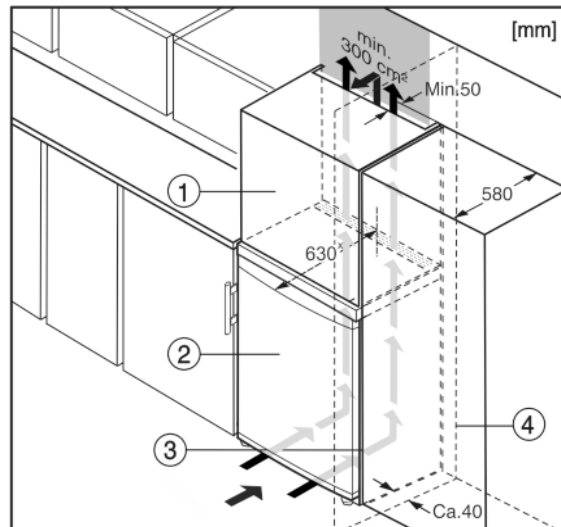

Fig. 10
- (1) Opbouwkast*
- (2) Apparaat*
- (3) Keukenkast*
- (4) Wand*
Het apparaat kan in keukenkasten worden ingebouwd. Om het apparaat Fig. 10 (2) aan de hoogte van het keukenblok aan te passen, kan boven het apparaat een opzetkast Fig. 10 (1) worden aangebracht.
Bij een ombouw met keukenkasten (diepte max. 580 mm) kan het apparaat direct naast de keukenkast Fig. 10 (3) worden geplaatst. Het apparaat steekt aan de zijkant 34 mm * en in het midden 50 mm * uit ten opzichte van het keukenkastfront.*
Plaast u het apparaat met de scharnierkant naast een muur *Fig. 10 (4)*, dan moet de afstand tussen apparaat en muur minstens 40 mm bedragen. Dit in verband met het uitsteken van de deurgreep bij een geopende deur.*